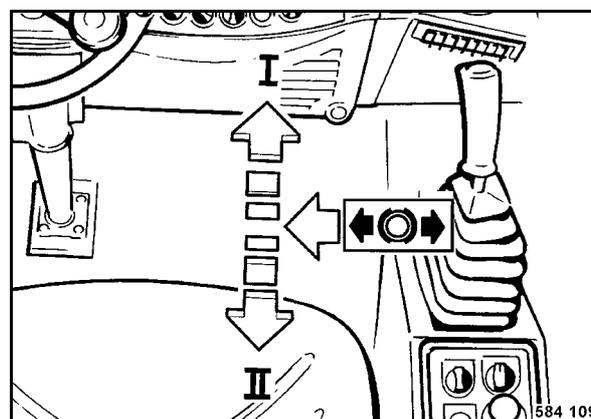

Рис. 175
- Переместить рычаг движения (Рис. 175) вперед, назад и в положение торможения. При этом проверить работоспособность, легкость хода, отсутствие зазора и на предмет повреждений.